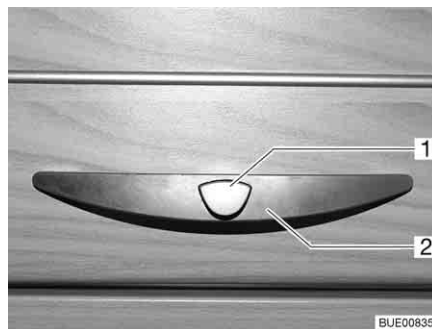
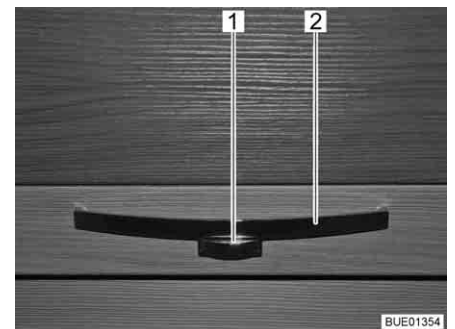

Fig. 47 Abattant de placard avec poignée (exemple)
Fig. 48 Abattant de placard avec poignée (exemple)
- Appuyer sur le bouton de déverrouillage (Fig. 47,1 ou Fig. 48,1) de la poignée (Fig. 47,2 ou Fig. 48,2) et le maintenir enfoncé.